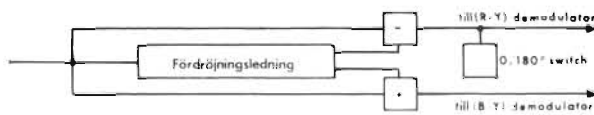

Fig 8. Ett enkelt blockschema över fördröjningsledningen med PAL-omkopplaren och de två färgdemodulatorerna.
► I en *PAL*-mottagare sker denna uppdelning i två separata kretsar: Fördröjningsledningen med *PAL*-omkopplaren samt de två färgdemulatorerna. Ett enkelt blockschema visas i *fig 8*. Fördröjningsledningen ger en signal som är fördröjd exakt en hel linje (64  $\mu$ s). Denna matas in på två olika kretsar. Den ena adderar — den andra subtraherar. Ut från adderaren fås en färgdifferenssignal (B - Y), som förs vidare till (B - Y)-demulatorn.